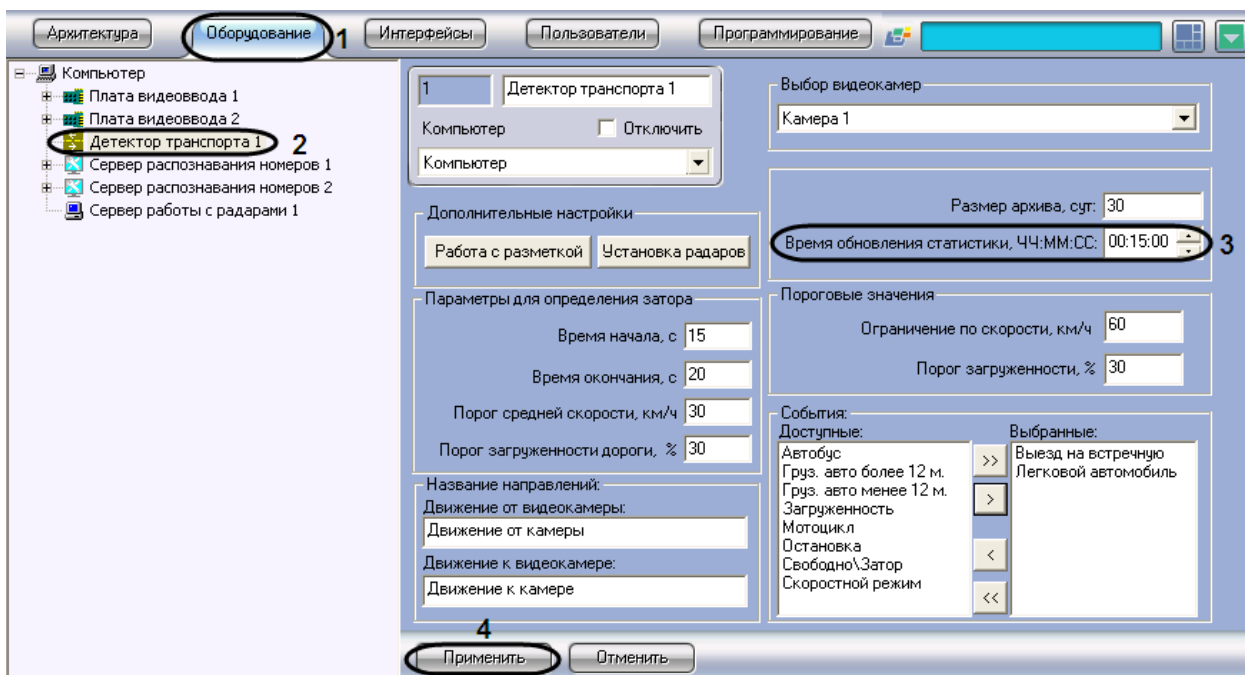

Рис. 7.4-3. Задание временного диапазона обновления статистики
1. В диалоговом окне «Настройка системы» перейти на вкладку «Оборудование» (см. Рис. 7.4-3, 1).
2. В дереве объектов на вкладке «Оборудование» выбрать объект «Детектор транспорта», соответствующий настраиваемому программному модулю «Детектор транспорта» (см. Рис. 7.4-3, 2). В правой части вкладки «Оборудование» отобразится панель настройки выбранного объекта.
3. В поле «Время обновления статистики, ЧЧ:ММ:СС» указать период времени, данные транспортного потока за который используются для расчета статистики, в формате «ЧЧ:ММ:СС» (см. Рис. 7.4-3, 3).
4. Нажать кнопку «Применить» (см. Рис. 7.4-3, 4).